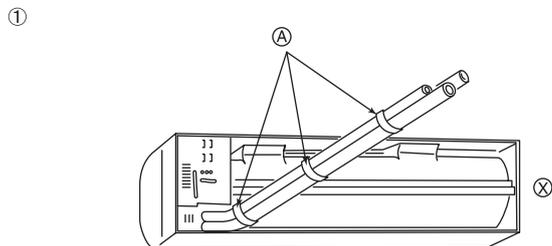
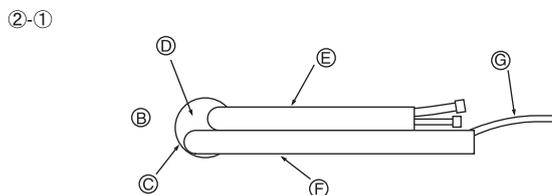

Fig. 3-4
Fig. 3-5
- ① Far passare una corda attraverso il foro e fissarla al pannello di montaggio.
- ② La messa a livello può essere ottenuta facilmente sospendendo un peso alla corda ed allineando questa con il segno di riferimento.
① Tubi posteriore, destro ed inferiore (Fig. 3-4)
- (A) Nastro di vinile
- (X) Veduta dalla parte posteriore dell'unità
- ② Tubazioni sinistra e destra
②-① Per la tubazione posteriore sinistra, tirare i tubi fuori dal foro per determinarne la lunghezza corretta e quindi piegarli. La sezione interna dovrebbe, a questo punto, essere sospesa all'attrezzatura di montaggio sulla parete. (Fig. 3-5)
- (B) Parete
- (C) Foro sulla parete
- (D) Sezione piegata
- (E) Tubo del refrigerante
- (F) Tubo di drenaggio
- (G) Cavo di trasmissione